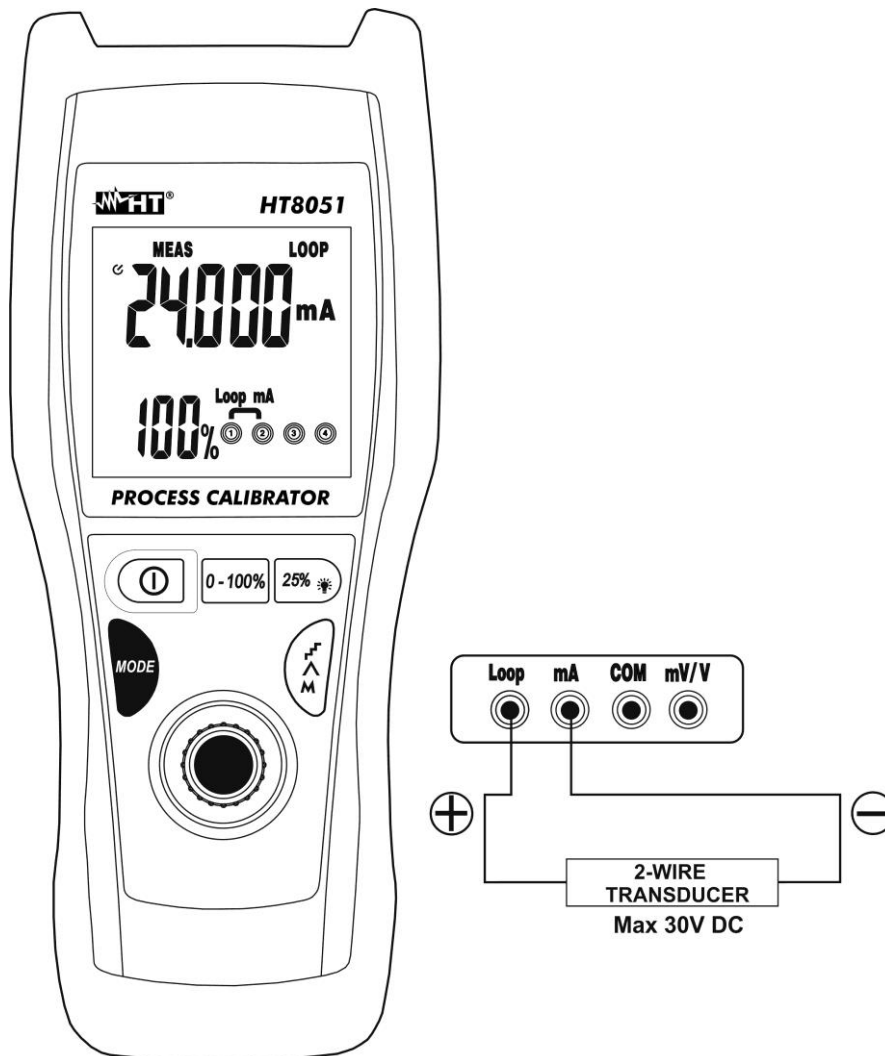

Fig. 7: Medição de correntes CC na saída de transdutores externos (Loop)
4. Ligar a ponteira verde e a ponteira preta ao transdutor externo respeitando a polaridade e o sentido da corrente (ver a Fig. 7).
6. A mensagem "-OL-" indica que a corrente em exame excede o valor máximo mensurável pelo instrumento. Para a geração do valor negativo da tensão, rodar as ponteiros de medida no sentido oposto em relação à ligação da Fig. 7.